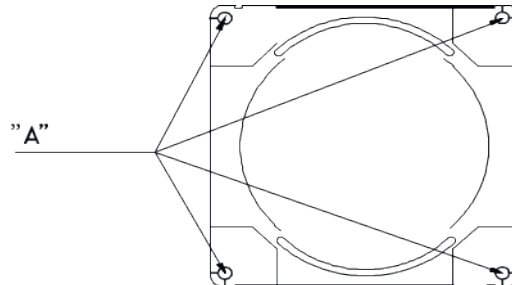
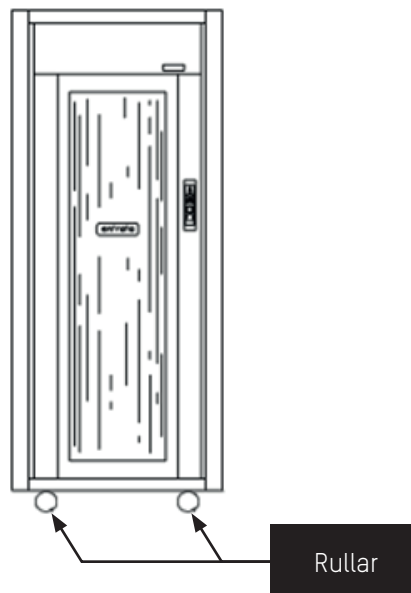

Fig. 17 - Placering / Lyftpunkter
Fig. 18 - Placering / Rullar
1. Placera montern på den valda platsen, med den yttre sidan mot utsidan av platsen. För hanteringen används en kran med minsta lyftkraft på 1500 kg, med hjälp av kedjor fästa i monterns fyra övre kanter "A" (⇒ Fig. 17), kofoten på undersidan och rullarna under basen. (⇒ Fig. 18).